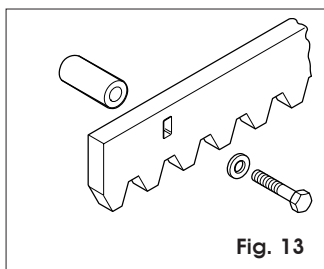

Fig. 13
5.4.2. STEEL RACK TO SCREW (Fig. 13)